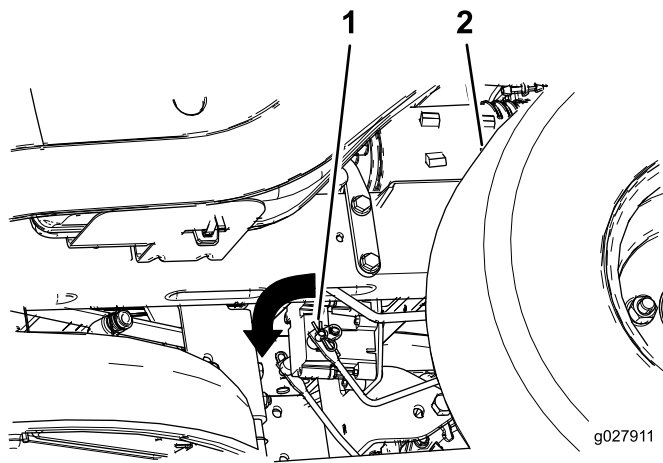

Figura 46
2. Localize o veio no travão elétrico onde os braços de articulação do travão estão ligados (Figura 46).